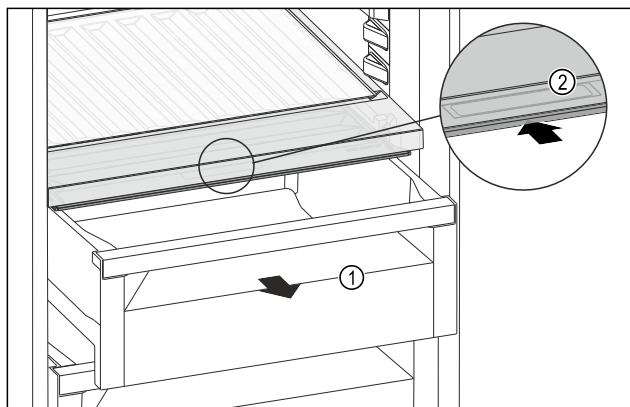

Fig. 118
- Wyciągnąć szufladę Fig. 118 (1).
- Chwycić uchwyt wpuszczany Fig. 118 (2) na pokrywie komory i przesunąć pokrywę jednocześnie do tyłu.